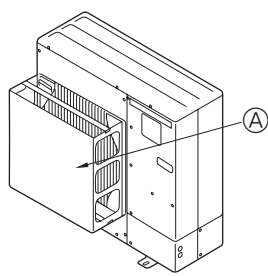

Fig. 2-3
- ② Montér en ekstra luftledeskærm på steder, hvor kraftig vind kan blæse direkte ind i luftudgangen. (Fig. 2-3)